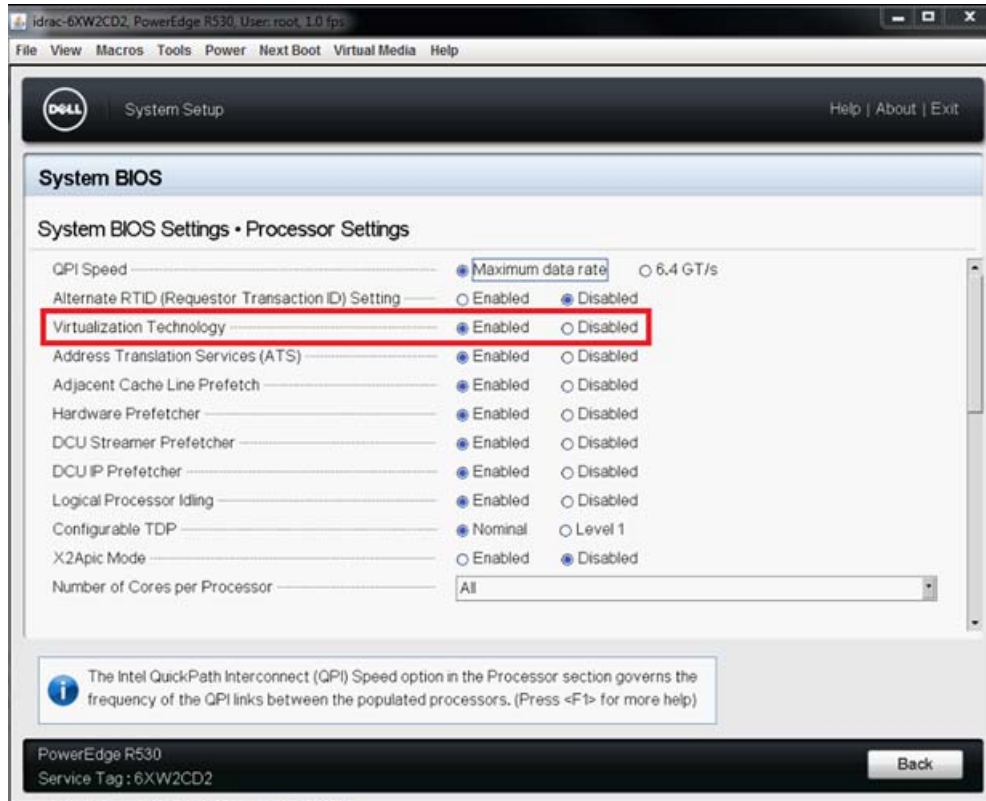

Figure 8-8. Configuration du système : Paramètres du processeur pour SR-IOV
5. Sur la page Paramètres du processeur (Figure 8-8) :